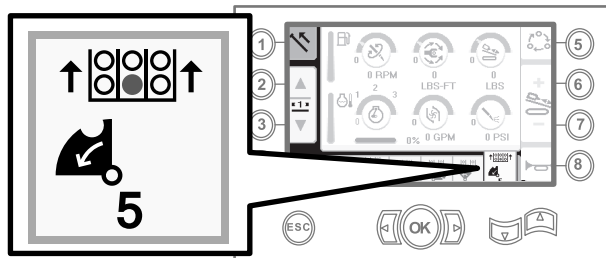

Figure 19
10. Relâchez l'interrupteur à bascule pour passer à l'étape suivante dans la séquence (Figure 19).